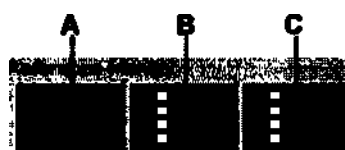

Рисунок 28
7.4.2.4.7 Зона «Контрольный монитор» – см. рисунок 28.